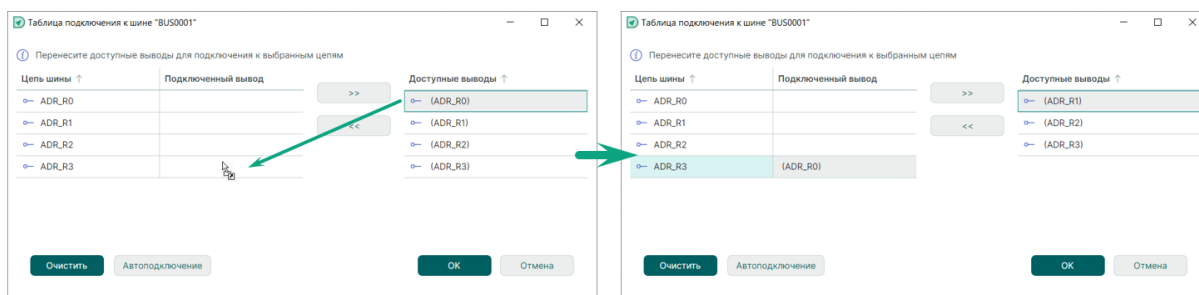

Рис. 197 Использование механизма «drag-and-drop» для установки соответствия между выводом и цепью шины
2. Переместите курсор мыши в левую часть окна в строку с именем подключаемой цепи шины, удерживая кнопку мыши зажатой, см. Рис. 197.